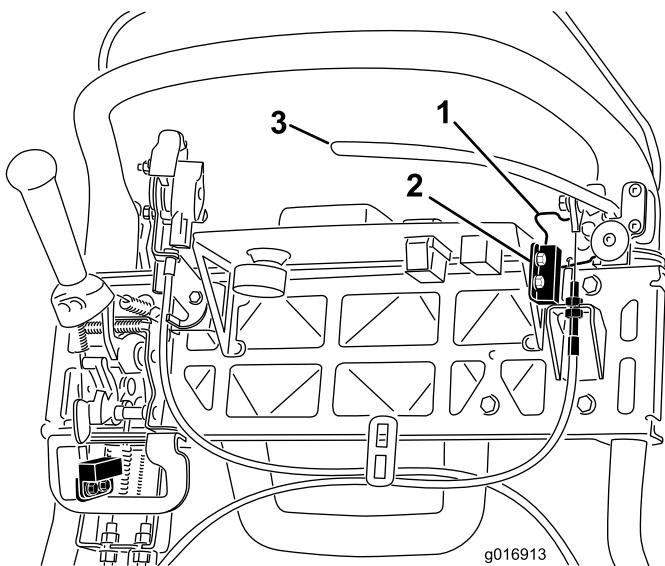

Bild 39
4. Lösen Sie die Befestigungsschrauben des Sicherheitsschalters (Bild 39).
- 5. Legen Sie eine 1,6 mm dicke Beilagscheibe zwischen den Feststellbremsriegel und den Sicherheitsschalter (Bild 39).